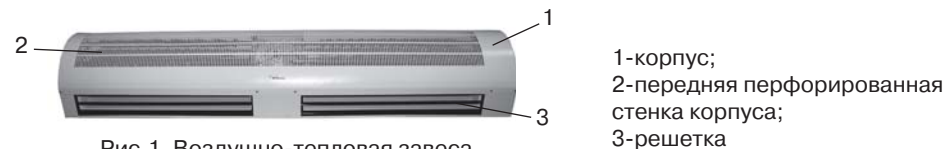
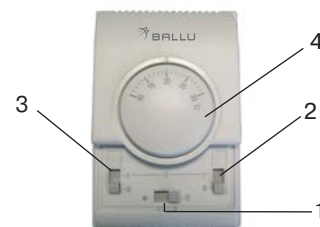

Рис.1. Воздушно-тепловая завеса
Рис. 2. Блок управления
4.2. Завеса состоит из корпуса 1 (см. рис. 1), изготовленного из листовой стали, покрытой высококачественным полимерным покрытием. Внутри корпуса расположены два вентиляторных блока с трубчатыми оребренными электронагревателями. Вентиляторы всасывают воздух через переднюю перфорированную стенку корпуса 2, поток воздуха, проходя через электронагреватели, нагревается и выбрасывается через решетки 3 в виде узкой направленной струи. Управление завесой осуществляется с выносного блока управления (см. рис. 2).
4.3. Электрическая схема завесы приведена на рис.2 Приложения.
5.3. В задней стенке корпуса завесы имеются 2 пары пазов: для горизонтальной установки и для вертикальной. За эти пазы завеса навешивается на предварительно вмонтированный в стену крепеж. В качестве крепежа рекомендуются шурупы или болты с диаметром шляпки от 11 до 14 мм. Установочные размеры завесы см. рис. 1 Приложения.
5.4. Подключение к электросети осуществляется через автоматический выключатель в соответствии с «Правилами эксплуатации электроустановок». Для этого необходимо снять крышку на верхней стенке корпуса, завести силовой кабель и подключить его к клеммной колодке в соответствии с рис. 4 Приложения (см. также электрическую схему рис. 2 Приложения). Система управления имеет внутреннюю заводскую коммутацию. Автоматический выключатель и сечение подводимого кабеля должны соответствовать табл. 3.
5.6. Выносной пульт управления подключен на заводе-изготовителе (электрическую схему пульта управления см. на рис. 2 Приложения).
6.1. Перед включением завесы переключатели пульта управления должны находиться в положении 0 (см. рис. 2)